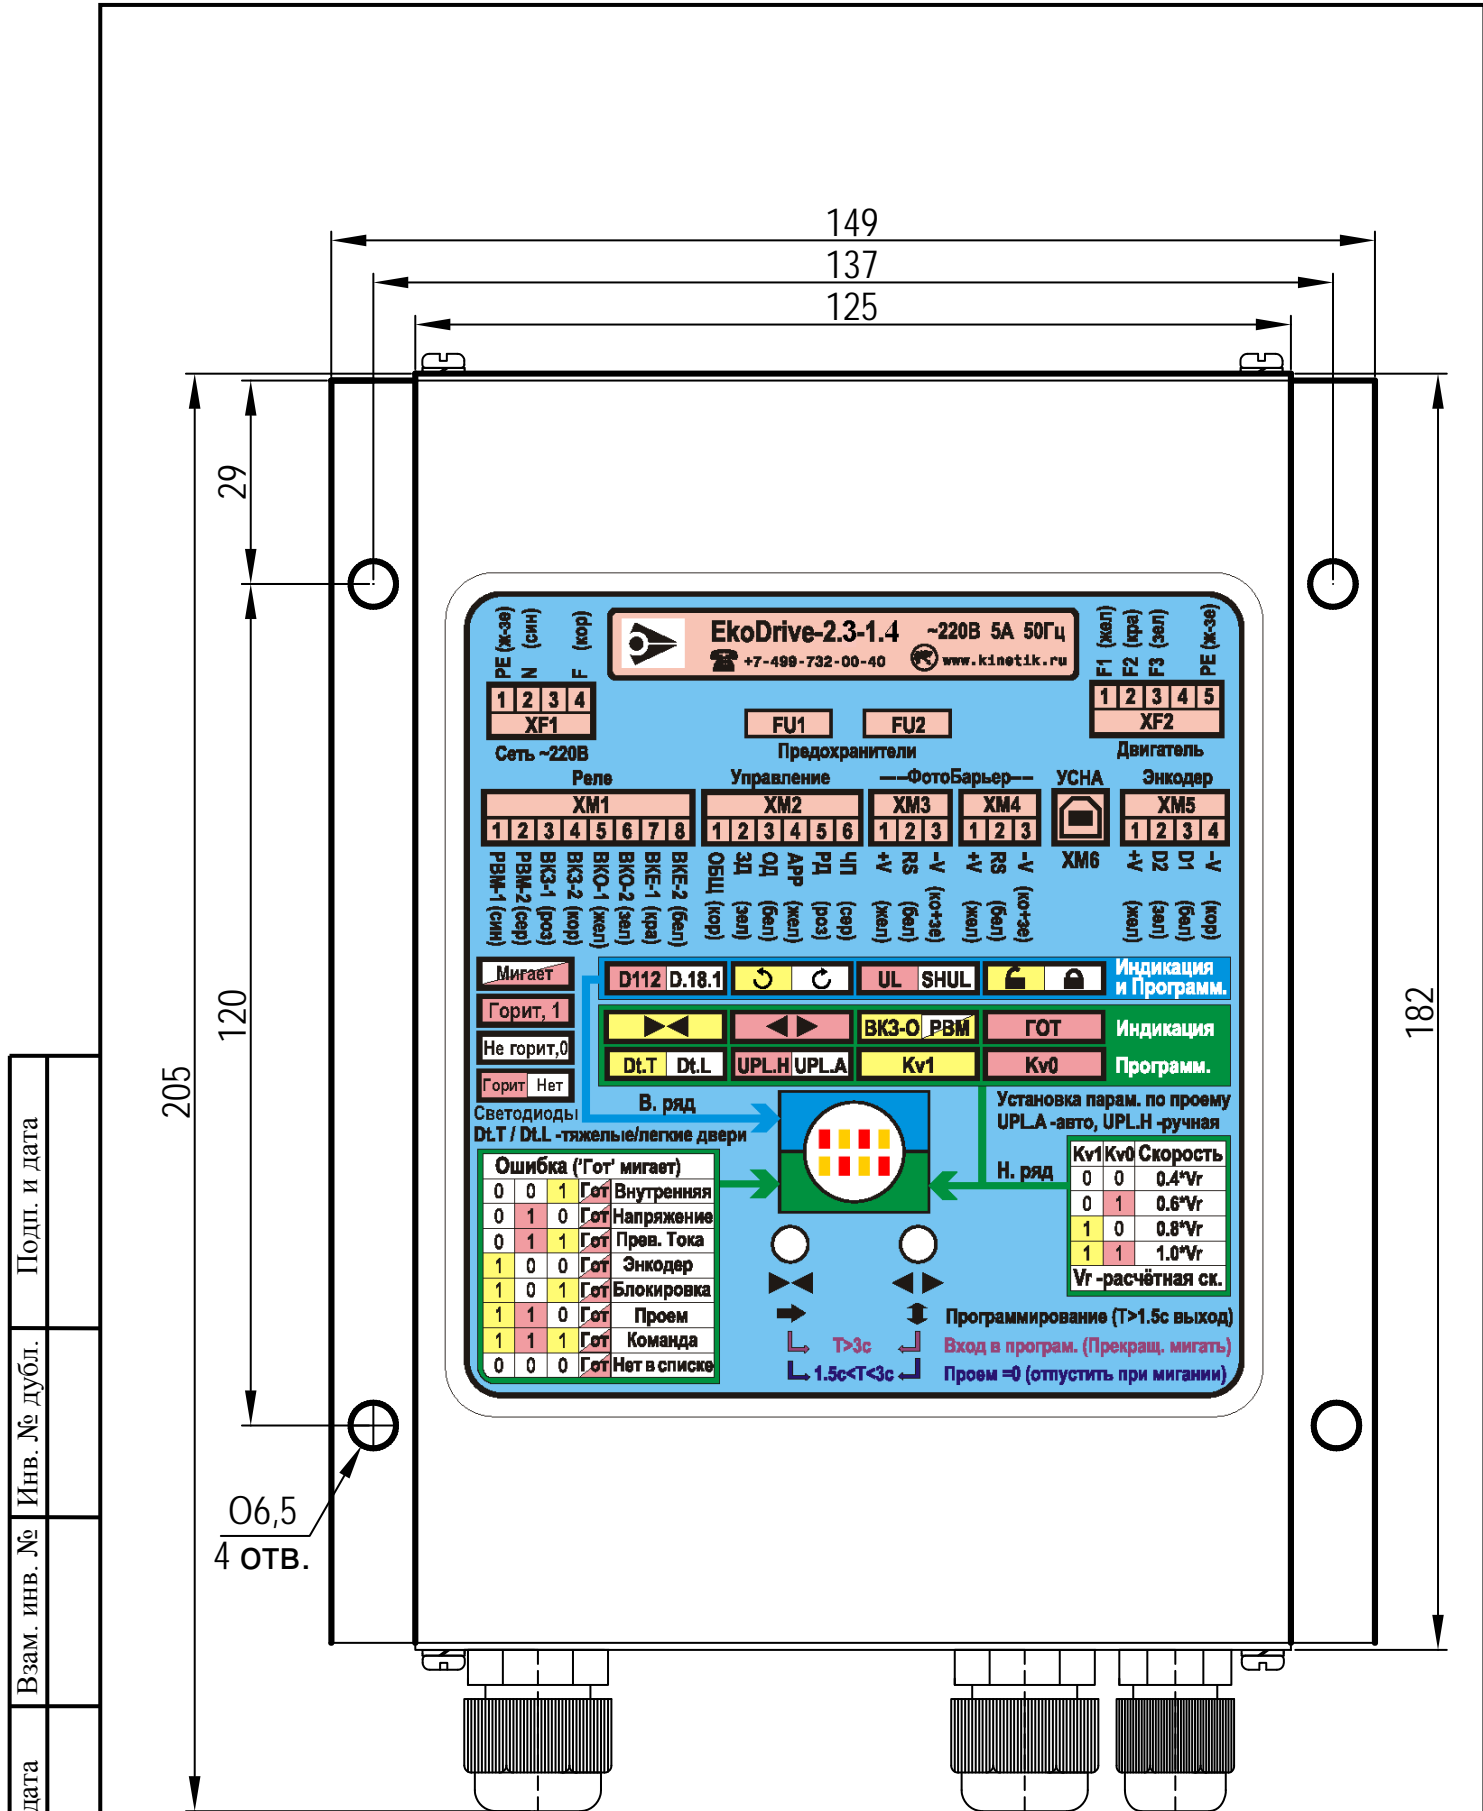

Рис.1. Габаритно-присоединительные размеры Устройства.
3.5.2. Панель управления расположена на лицевой грани *Устройства* – там же, где наклейка с описанием органов и разъемов управления (рис.1, 3). Наклейка охватывает окно с 8 светодиодами под ним и 2 кнопки для управления.